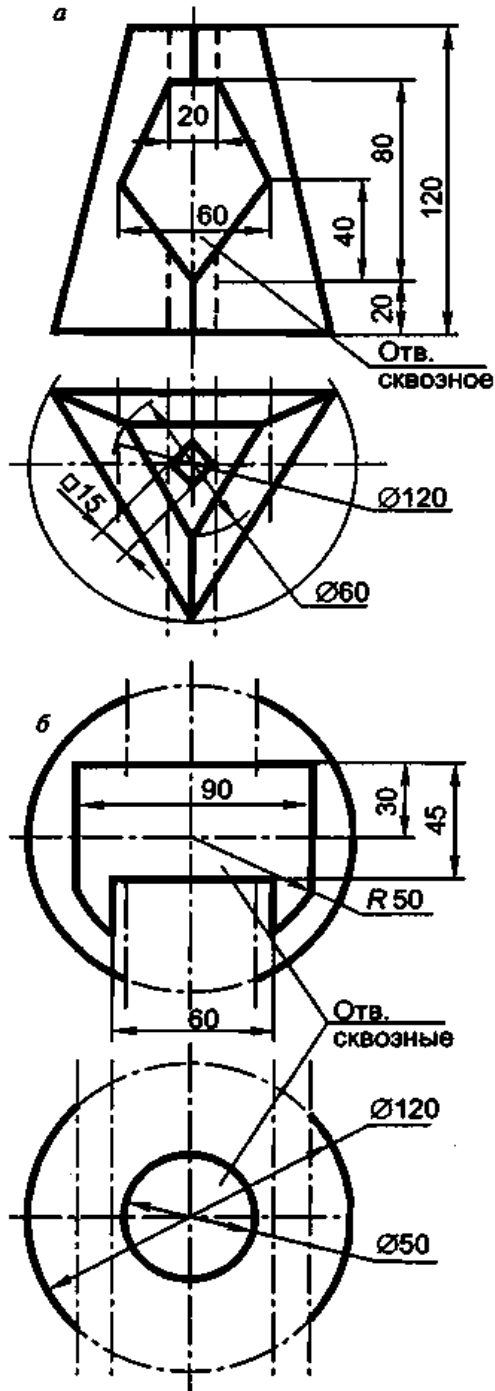

Рис. 2.11
Задание. Выполнить чертежи многогранника и сферы (рис. 2.11 — 2.40) в масштабе 1:1 по заданным размерам в трех проекциях с необходимыми (тремя) разрезами, включая указываемые преподавателем.
1. Выполнить чертежи треугольной пирамиды (а) и сферы (б) с окнами в трех проекциях с тремя разрезами каждой (рис. 2.11).